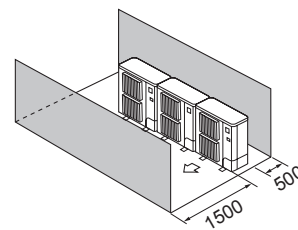

Fig. 2-15
- ④ Samo prepreke sa prednje i zadnje strane (Fig. 2-15)